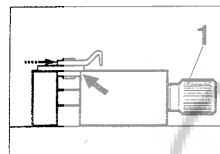

Abbildung 3
Legen Sie Kette wie auf Abbildung 3 gezeigt in die Universalklemme ein. Mit dem Knauf (1) die Klemme anziehen, ohne eine zu große Kraft auszuüben.